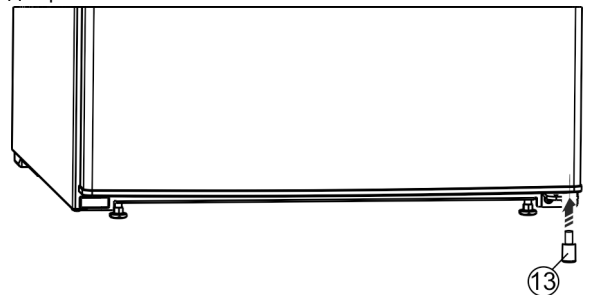

Fig. 27*
- ▶ Знову вставте розпірку Fig. 27 (13) у дверцята внизу справа, оскільки вона потрібна для забезпечення стійкості пристрою.*